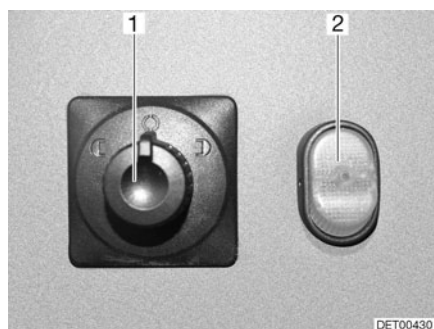

Fig. 15 Conmutadores para los retrovisores exteriores ajustables eléctricamente y la calefacción de los retrovisores
- Seleccionar el retrovisor que se desea ajustar. Para esto, girar el interruptor giratorio (Fig. 15,1) hacia la izquierda o hacia la derecha.
- Ajustar el retrovisor presionando el interruptor (Fig. 15,1) en la dirección correspondiente.
- Pulsar el interruptor (Fig. 15,2). La luz de control en el interruptor indica el funcionamiento.